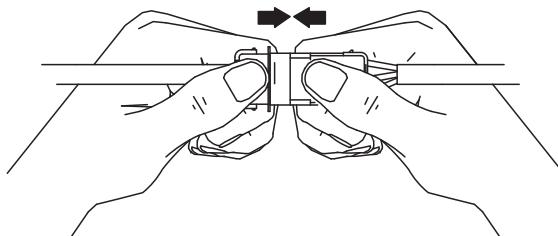

Figura 33
- b. Encienda la ignición. La pantalla del ELI ejecutará una breve comprobación de sistema; esto se muestra al iluminarse brevemente los tres íconos de la pantalla (**Figura 33**). Despues de terminada la comprobación del sistema, se deberá iluminar el ícono amarillo "Listo para acoplar".